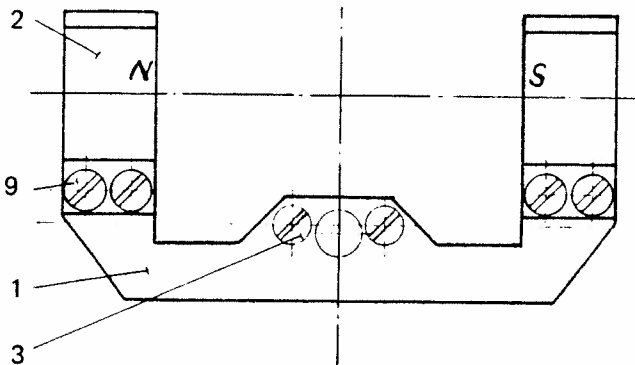

Fig. 9.1. Magneteinheit Magnet Unit
9.5. Elektronenführungsmagnet (Fig. 9.1.)
9.5. Electron guiding magnet (fig. 9.1.)